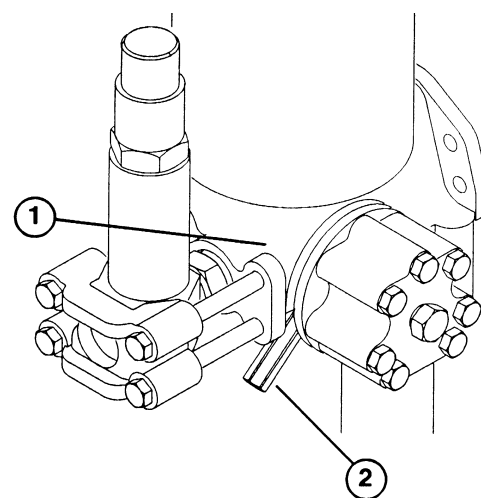

Fig. 10
6. Åpne lufteventilen under panseret på hovedfilteret bak på maskinen (fig. 10). Luft ut systemet til en jevn vannstrøm renner ut av åpningen, og lukk så ventilen.